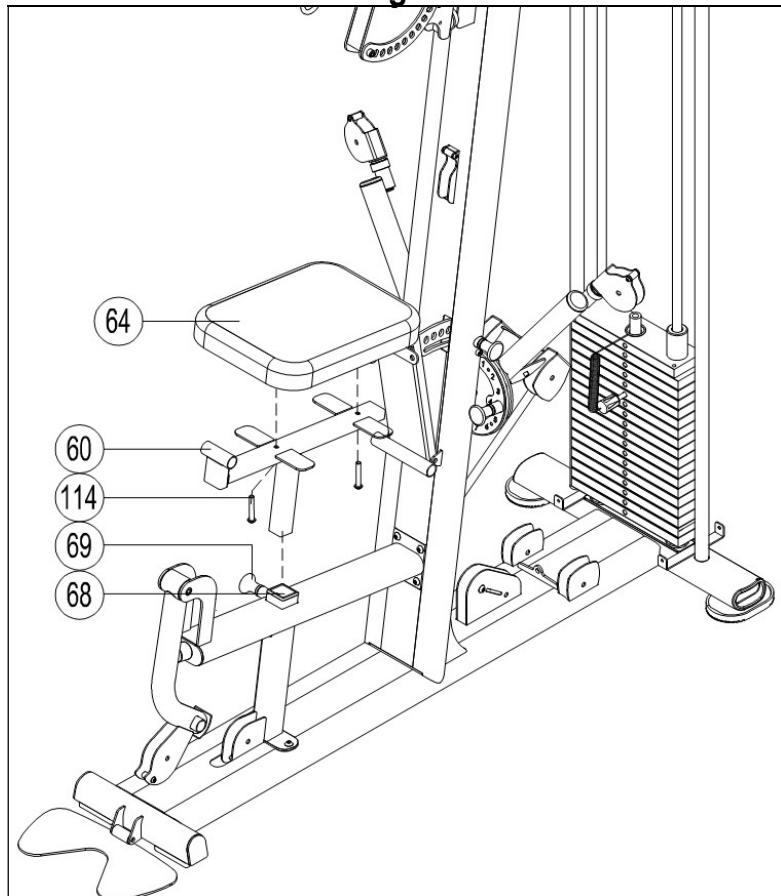

Fig.10
10.- Coloque los tubos (59) según indica la Fig.10, coloque las tapas interiores (63), los rodillos (61), las tapas exteriores (62) y atornílle con los tornillos (115).